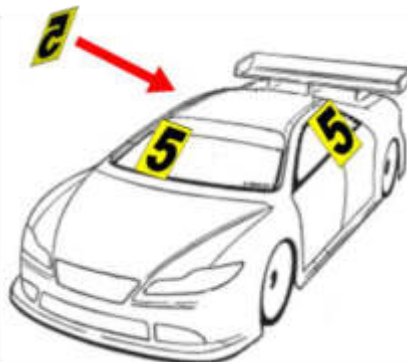

Figura 39: Disposizione corretta dei numeri di gara sul modello in scala 1/10 Touring EP
- 9.00.19 **Disposizione numeri di gara 1/10 Touring EP:** prima della partenza delle manche di qualifica e delle fasi finali i Piloti sono obbligati a posizionare sulla propria carrozzeria i numeri di gara, consegnati dagli Organizzatori, con la disposizione mostrata in Figura 39, al fine di garantire una maggiore visibilità da parte della Direzione di Gara. La non corretta posizione dei numeri gara comporta il richiamo del modello del Pilota da parte del Direttore di Gara in modo tale che questi li disponga come da Regolamento (vedi Figura 39).